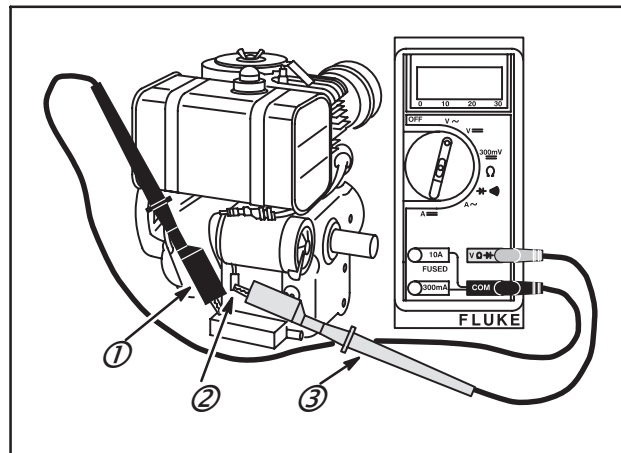

Fig. 18
- Introduire le fil ROUGE (3) du contrôleur dans la borne $V \Omega \rightarrow$ du contrôleur.
- Introduire le fil NOIR (1) du contrôleur dans la borne COM du contrôleur.
- Fixer la pince du fil ROUGE du contrôleur à la borne de sortie C.A. (2), Fig. 18.